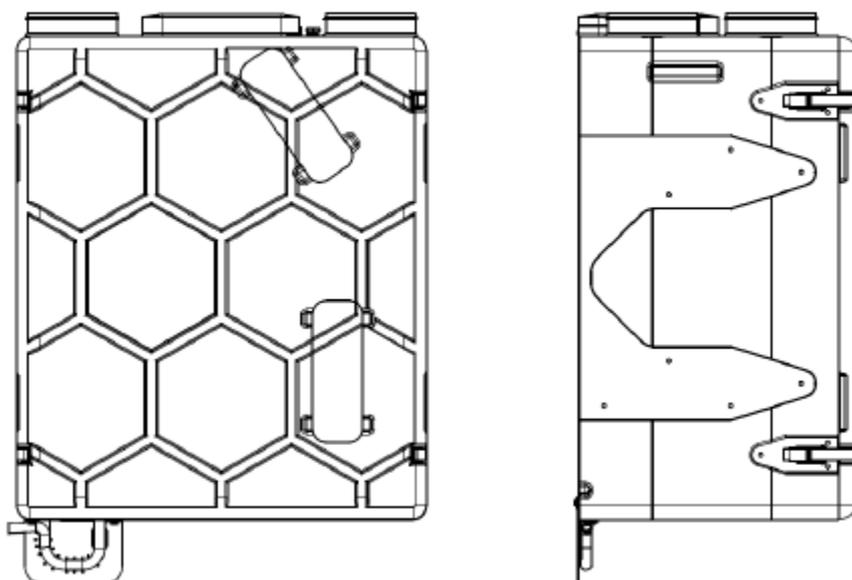

Figure 14 - tuyau élastique attaché à la plaque de siphon
- Fixez le tuyau élastique à la plaque de siphon avec les serre-câbles inclus conformément à la figure 14.